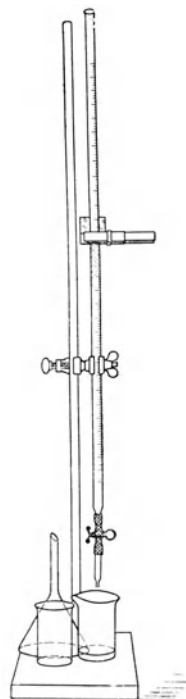

Fig. 17.
b) Reinige die Bürette (Fig. 17) und den Trichter und spüle sie zweimal mit der gegebenen Flüssigkeit aus. Fülle die Bürette durch den Trichter mit der Flüssigkeit und nimm dann den Trichter aus dem Hals der Bürette. Laß aus der Bürette in das nicht abgeglichene Becherglas etwas Flüssigkeit fließen, damit aus der Ausflußröhre alle Luft entfernt wird. Warte etwas und lies dann mit dem Spiegel oder der Ableseklemme den Stand der Flüssigkeitskuppe ab. Halte beim Einstellen der Wasserkuppe den Spiegel derart lotrecht, daß das Bild der Pupille auf die Marke fällt.